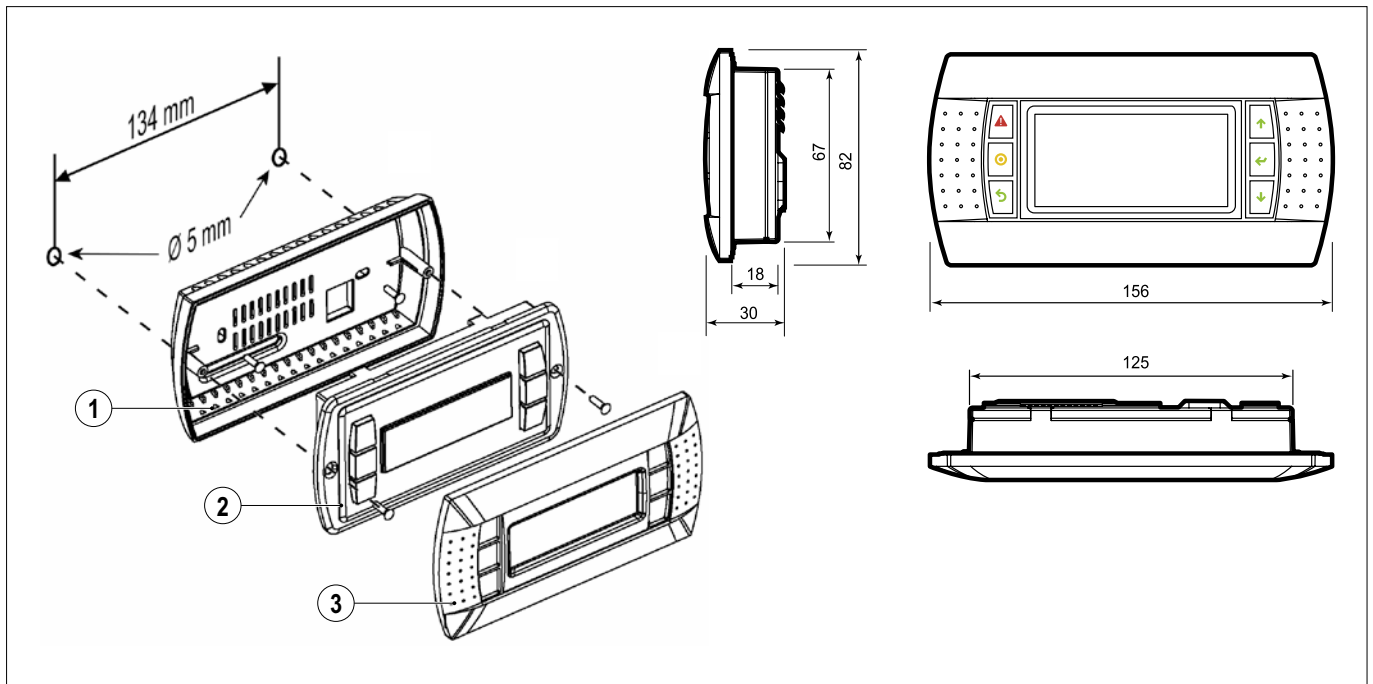

ABB. 76 (Befestigung des Bedienfelds)
- 1) Befestigen Sie das hintere Gehäuse (**ABB. 76 - Bez. 1**) an der Standarddose oder an der Wand
- 3) Befestigen Sie die vorderer Abdeckung (**ABB. 76 - Bez. 2**) mit den im Kit enthaltenen Schrauben am hinteren Gehäuse (**ABB. 76 - Bez. 1**).
- 4) Installieren Sie den Einsteckrahmen (**ABB. 76 - Bez. 3**)